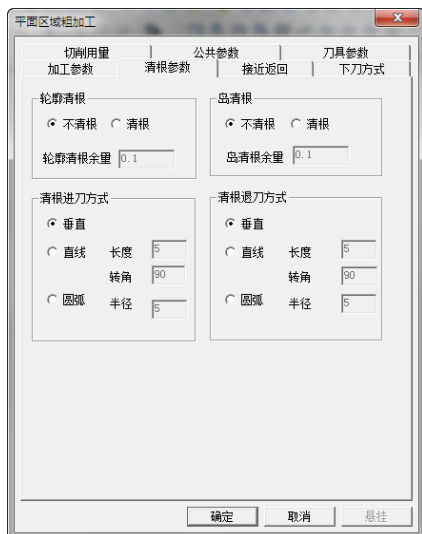

图 8-63 “清根参数”选项卡
3) 单击“清根参数”选项卡,设置“轮廓清根”和“岛清根”为“不清根”,其余参数如图8-63所示。